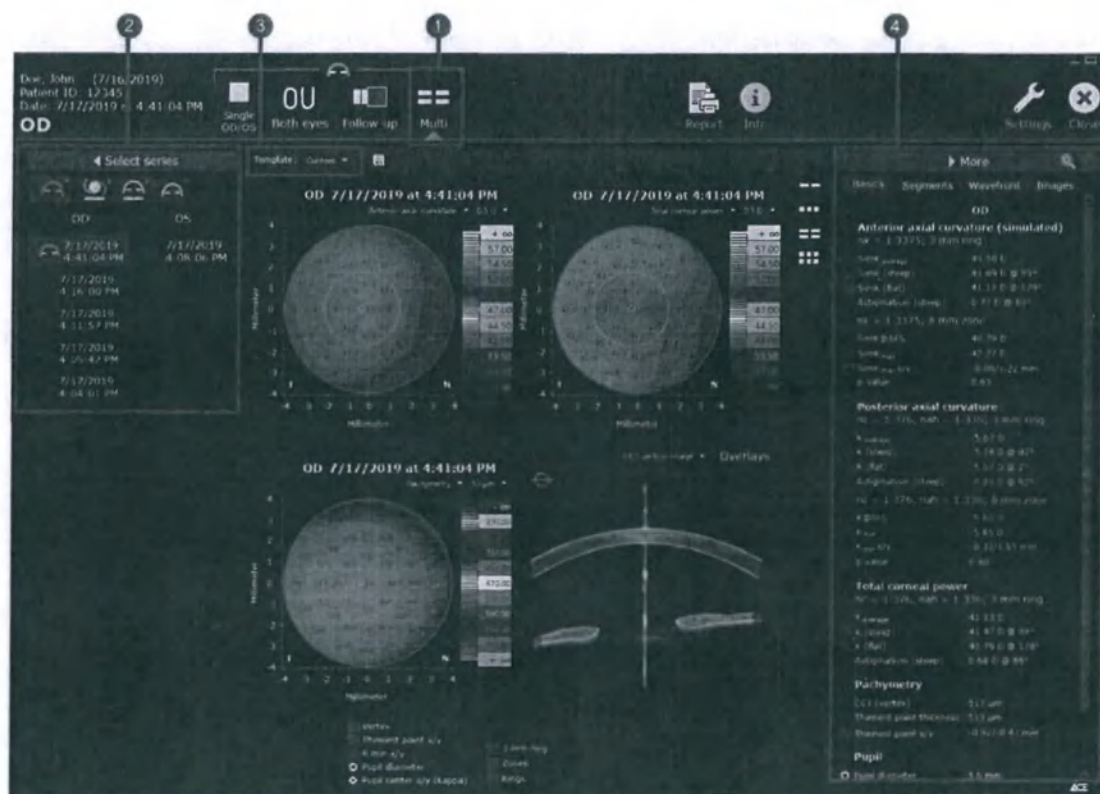

Рис.25. Анализ отдельных обследований - режим «Мультианализ»
- 1._ Выберите режим «Мультианализ» (рис. 25/(1)).
- 2._ В разделе «Выбор серии» (рис. 25/(2)), выберите необходимое обследование.
- 3._ Откройте раскрывающийся список «Шаблон» (рис. 25/(3)) и выберите нужный шаблон.
(рис. 25/4) и проверьте параметры на достоверность.